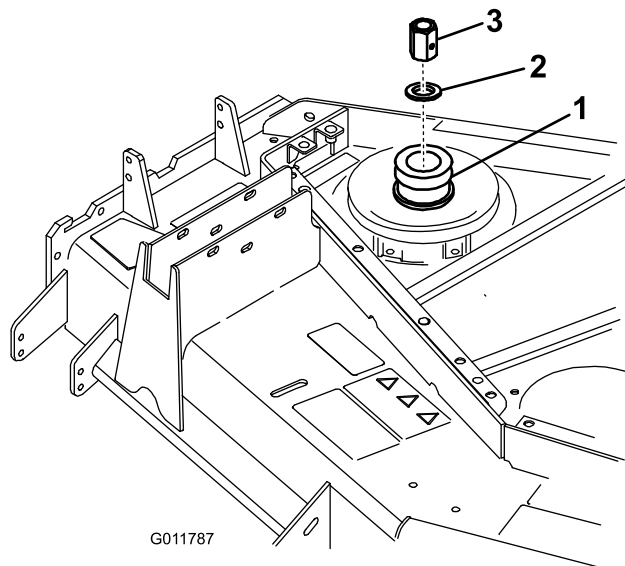

Figura 10
13. Montate la nuova puleggia motrice a doppia gola con V-ring e rondella sull'albero del mandrino (Figura 10). Fissate la puleggia al mandrino con il dado della puleggia (Figura 10). Serrate il dado a una coppia di 136 Nm.